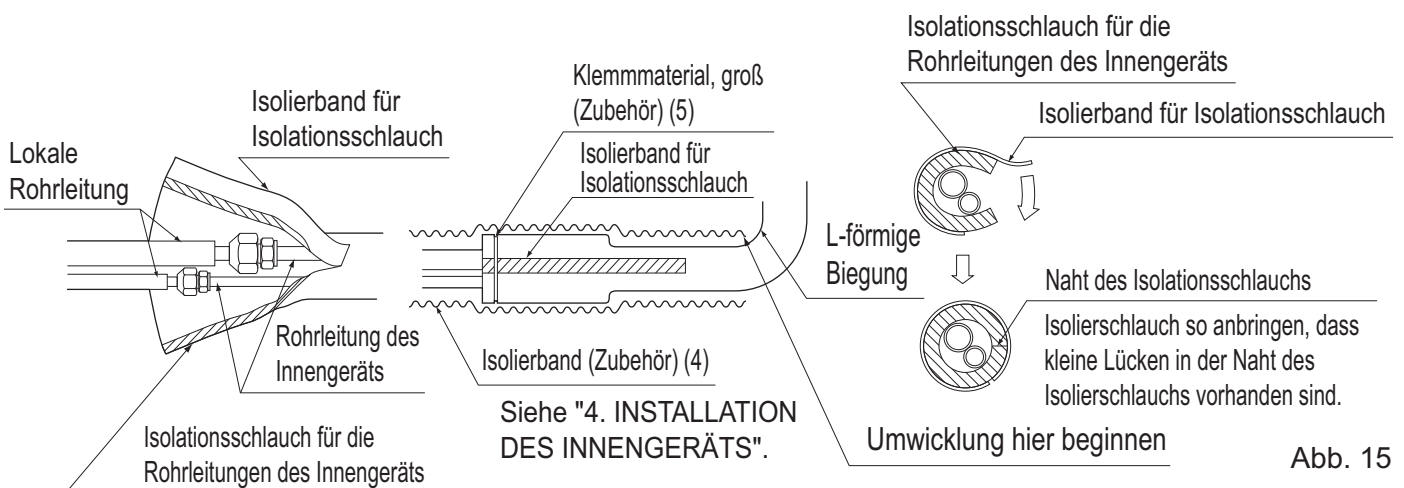

Abb. 15
- Denken Sie nach dem Überprüfen auf austretendes Gas daran, die Rohrleitungsverbindungen mit dem beiliegenden Isolationsschlauch und Isolierband (4) zu umwickeln. Das Isolierband (4) sollte von der L-förmigen Biegung überall bis zum Ende des Innengeräts gewickelt werden. **(Siehe Abb. 15)**